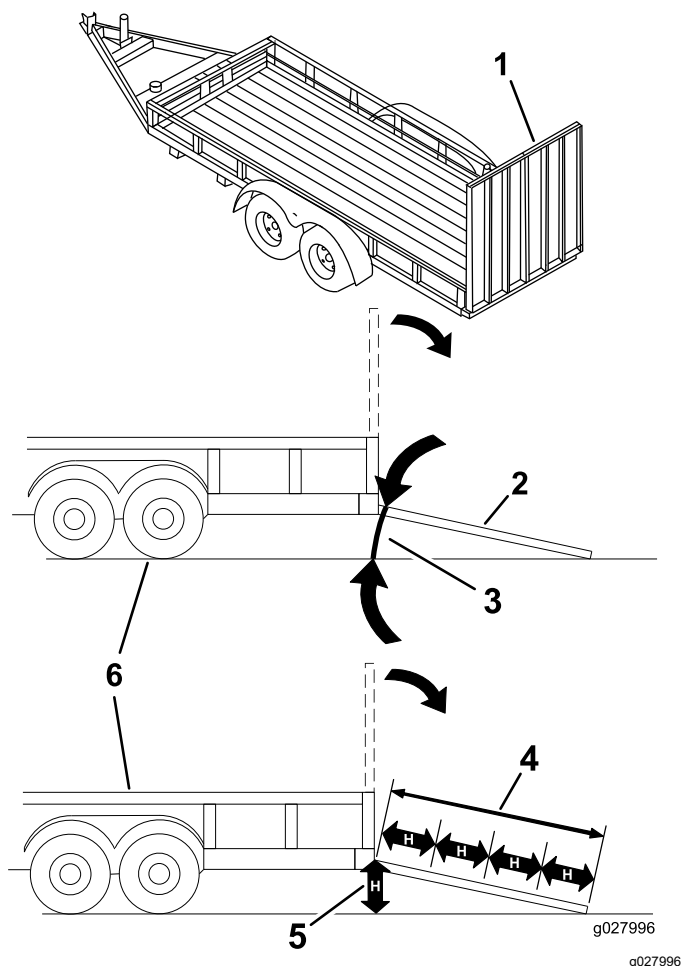

図 30
マシンをトレーラなどに搭載する作業は、機体を転倒させる危険をはらんでおり、万一そのような事故が起こると死亡事故など重大な人身事故となる図 30。
3. 歩み板を降ろす板と地面との角度が15°以下となるにすること 図 30。
1. 歩み板を降ろす板と地面との角度が15°以下となるようにすること 図 30。